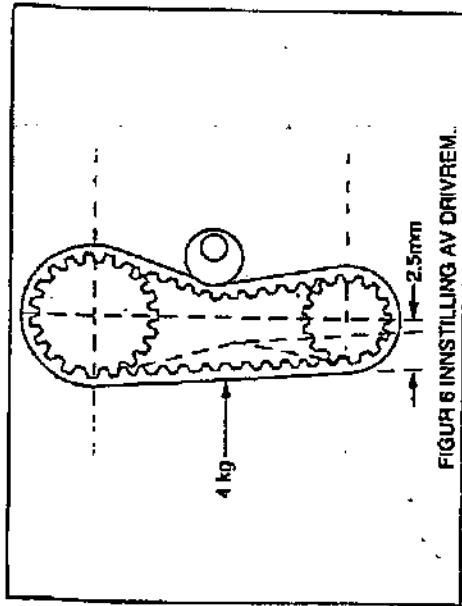

FIGUR 5 HYDRAULISK KONTROLLENHET (HCU)
**STILLE INN BOREOPERASJON (Se figur 5)**
Bruk (9) figur 5 til å utføre den endelige dybdejusteringen.
Lås ved bruk av (10) figur 5.
Enden på gjengeløppen MÅ betinne seg minst 14 mm over testblokken for å gi plass til gjengedrets reverserende slagengde ved irkobling. Still inn åpningen mellom (2) figur 5 og (1) slik at den er lik gjengedybden PLUSS avstanden mellom gjengeløppen og arbeidsstykket.